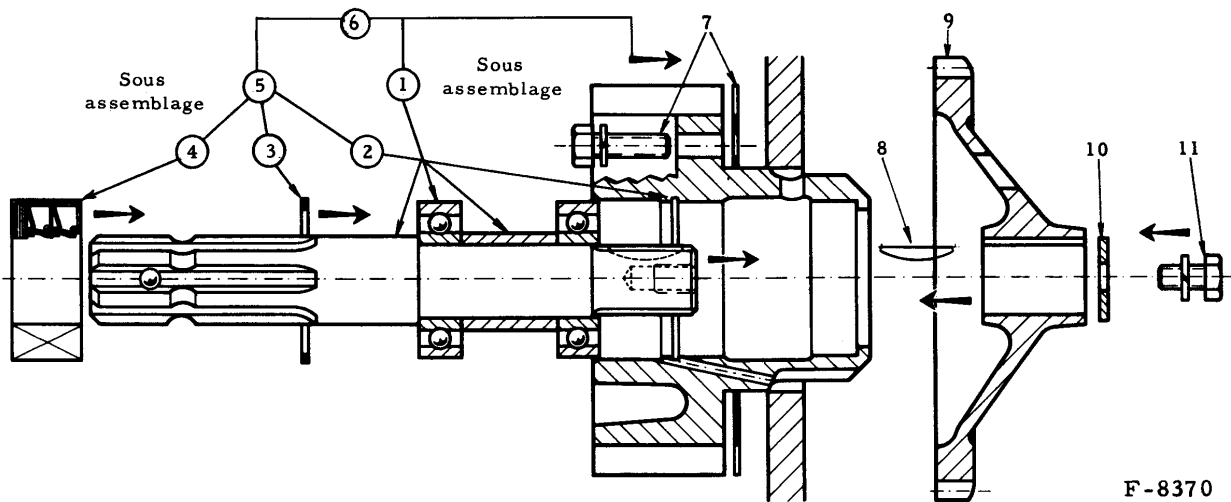

Fig. 56. — Montage de la prise de force arrière.
**m) Prise de force arrière (fig. 56)**